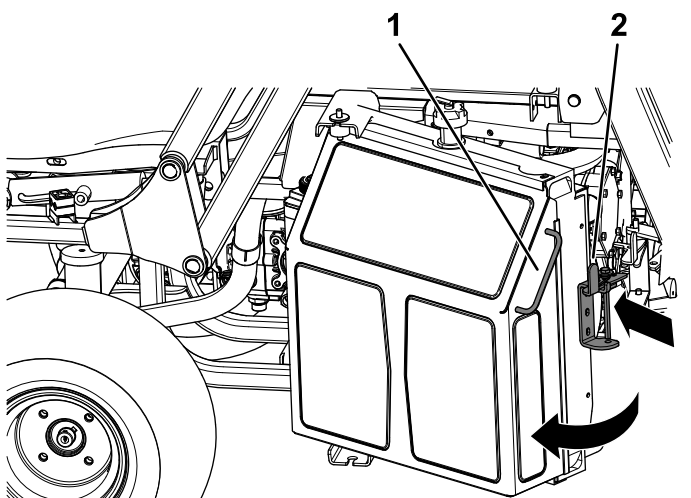

図 58
1. ラジエターのラッチを内側ラジエター側に押す **図 58**。
2. ラジエター側面についている取っ手でラジエターを開くと、エンジンにアクセスできるようになる **図 58**。